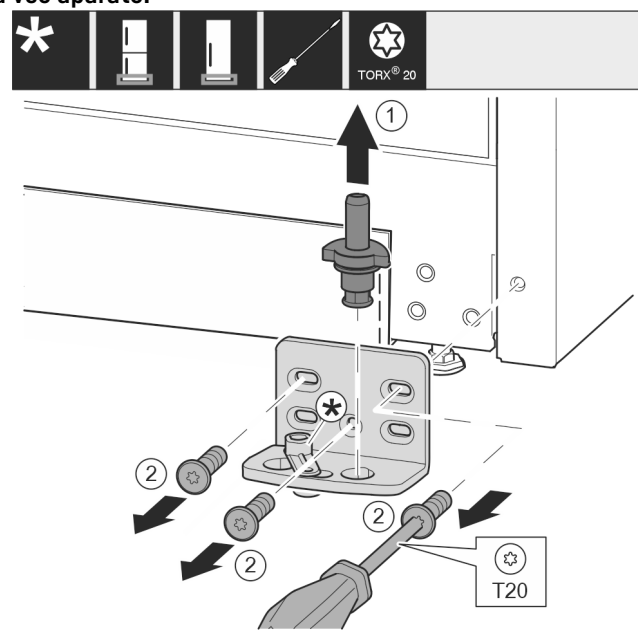

Fig. 11
- ▶ Ležajni sornik v celoti izvlecite navzgor. Fig. 11 (1)
- ▶ Vijake odvijte z izvijačem T20 in snemite ležajni podstavek. Fig. 11 (2)